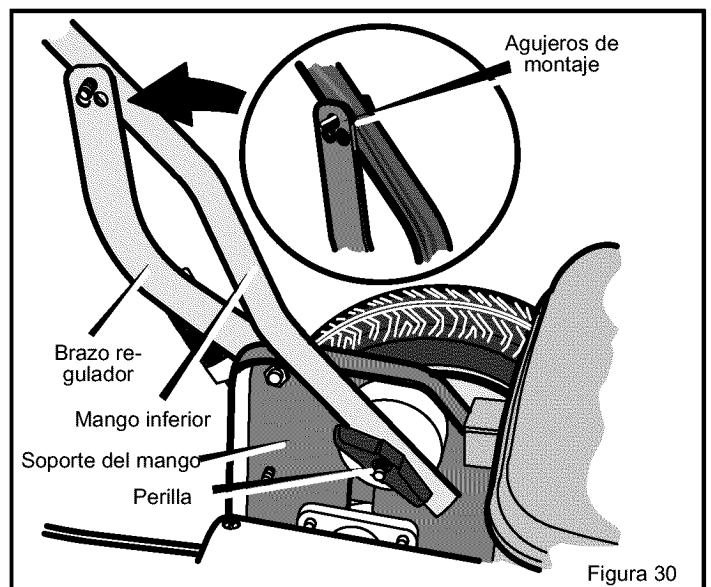

Figura 30
5. Cada **brazo regulador** tiene tres **agujeros de montaje**. Estos **agujeros de montaje** levantarán la altura del mango aproximadamente cuatro pulgadas. Determine la altura deseada y monte los **brazos reguladores** al **mango inferior** (vea la Figura 30).